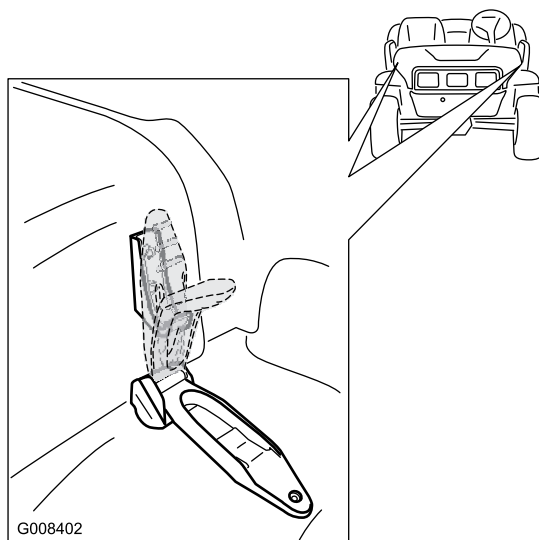

図 24
1. フードの両側についているゴム製ラッチのハンドルを上げる ([図 24])。
2. フードの両側で、ラッチとラッチアンカーをそろえてラッチを掛ける (図 24)。